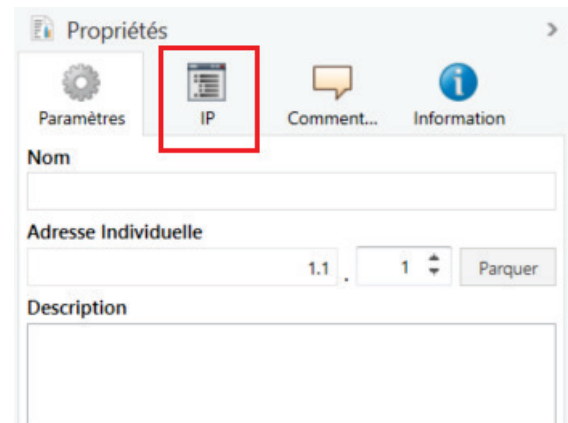

Figure7: Boîte de dialogue de propriétés d'appareil de l'ETS
2. Affichez les propriétés de l'appareil dans la barre latérale de l'ETS, comme montré sur l'Figure7: Boîte de dialogue de propriétés d'appareil de l'ETS.